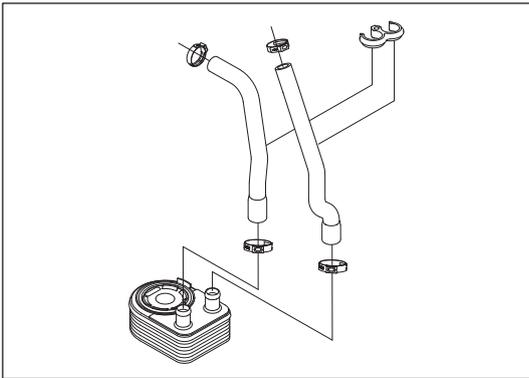

Рис. 10-3-2. Хомуты подводящего и отводящего шлангов ОЖ
- (1) Снять подводящую и отводящую трубки охлаждающей жидкости масляного радиатора:
- а) Снять хомуты подводящего и отводящего шлангов охлаждающей жидкости как изображено на рис.10-3-2.